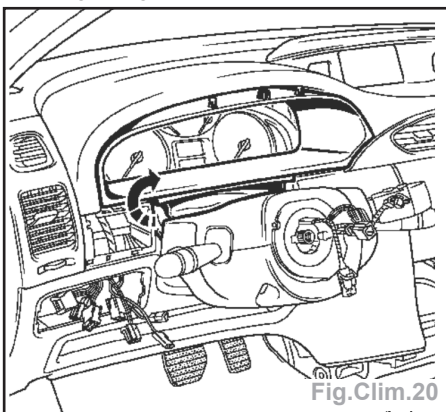

Fig.Clim.20
- Positionner la bande adhésive de la coquille supérieure de volant sur l'entourage (Fig.Clim.20),